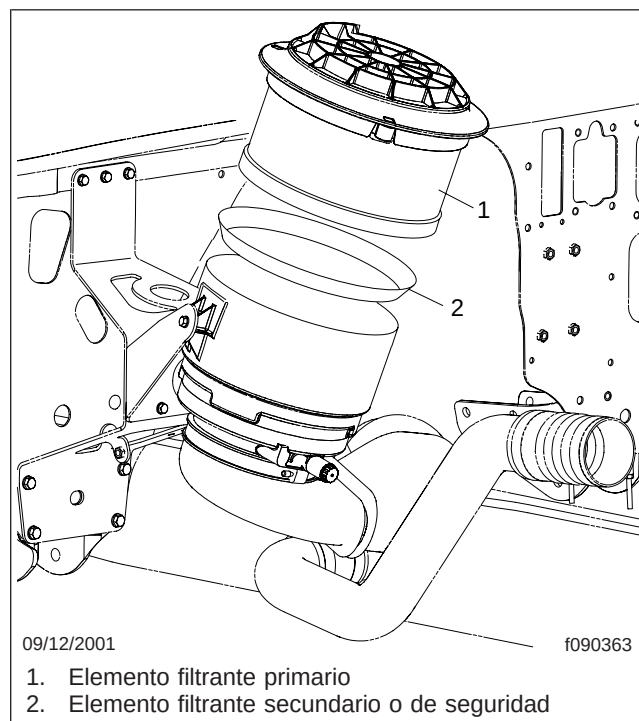

Figura 11.2, Elementos del filtro de aire
- 6.2 Reemplace el elemento filtrante primario en el filtro de aire (vea la **Figura 11.2**) si la señal amarilla se queda trabada en 25 inH₂O para los motores Caterpillar o en 20 inH₂O para los motores Mercedes-Benz®. Vea en el **Grupo 09** del *Manual de taller Business Class® M2* las instrucciones de reemplazo del elemento filtrante.